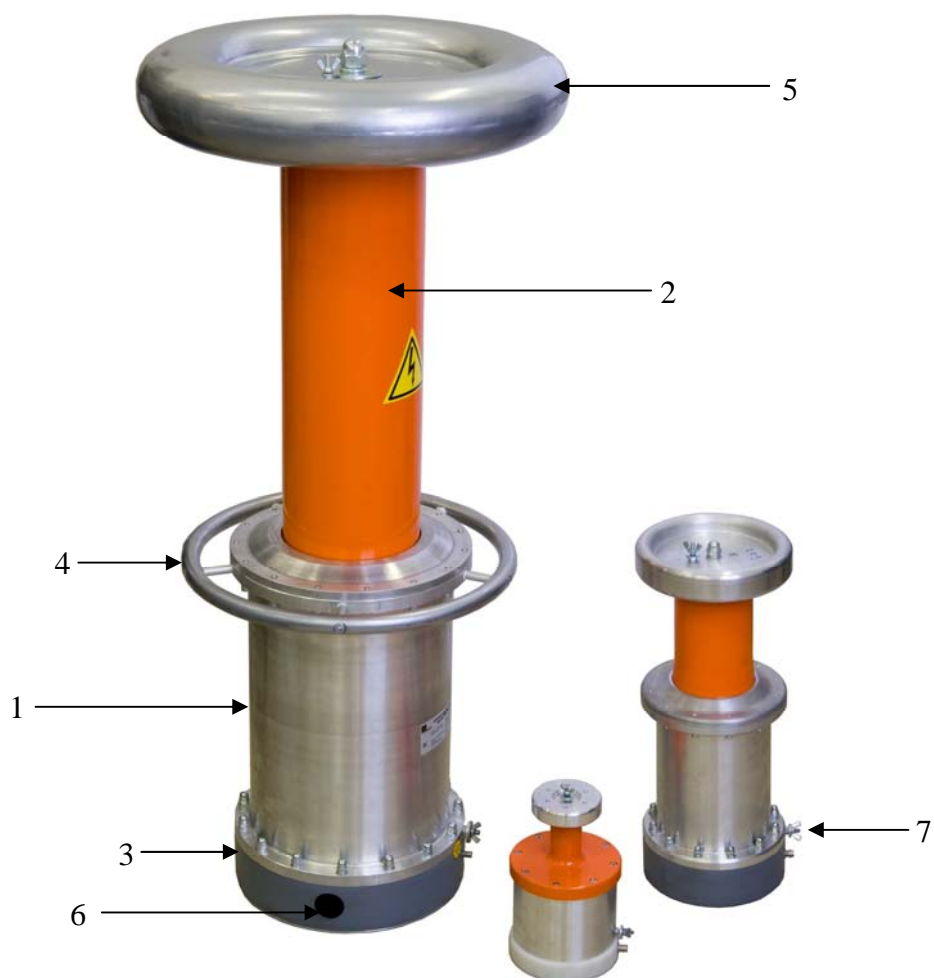

Рис. 1. Внешний вид конденсаторов КИВ-200, КИВ-10, КИВ-35 (слева направо):
2.5.1 КИВ состоит из коаксиальных цилиндрических электродов, закрепленных в экранированном корпусе 1 (см. рис. 1), полого цилиндрического полимерного изолятора 2 и основания 3. У нижнего фланца полимерного изолятора 3, находится круговая ручка 4 для переноски конденсатора. Сверху изолятора 2 расположен высоковольтный экран 5 с барашковой гайкой для высоковольтного кабеля. Манометр 6, предназначенный для контроля давления газа внутри конденсатора находится в окне основания (конденсатор КИВ-10 манометром не комплектуется). Крепление проводника заземления осуществляется с барашковой гайки 7, расположенной на основании 6. Вывод низковольтного электрода КИВ осуществлен посредством коаксиального разъема (СР-50), расположенного на основании конденсатора 3.